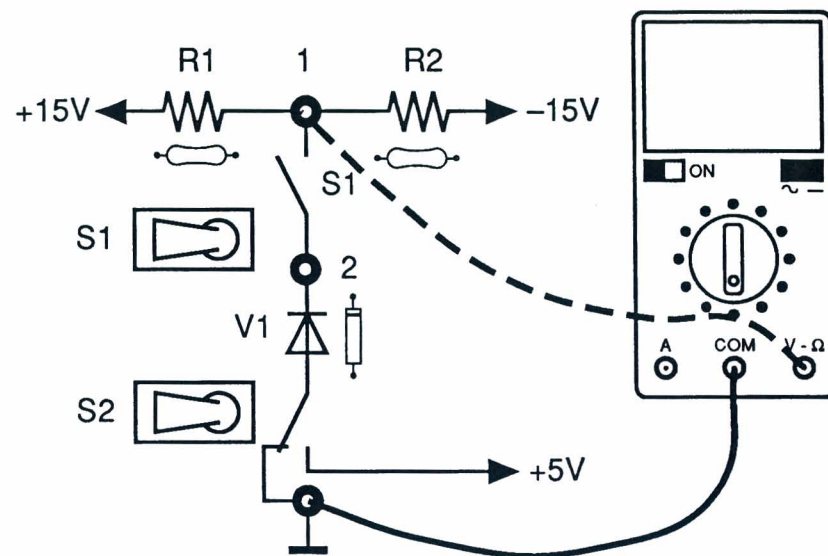

Fig. 5.2
- 5) Introducir el terminal positivo del voltímetro digital, predispuesto en corriente continua, en el casquillo 1 y el otro en el casquillo de masa (Fig. 5.2).
- 7) Cambiar el terminal positivo del voltímetro digital al casquillo 2 (Fig. 5.2).
- 8) Cerrar el interruptor S1 (ON).